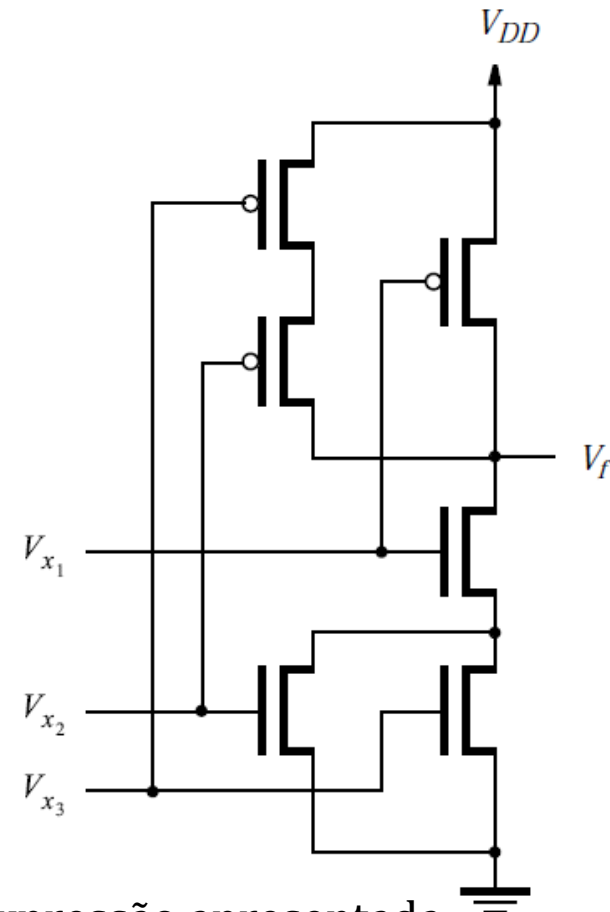

Figura 17. Circuito da expressão apresentada
- O circuito é mostrado na Figura 17 (ao lado)